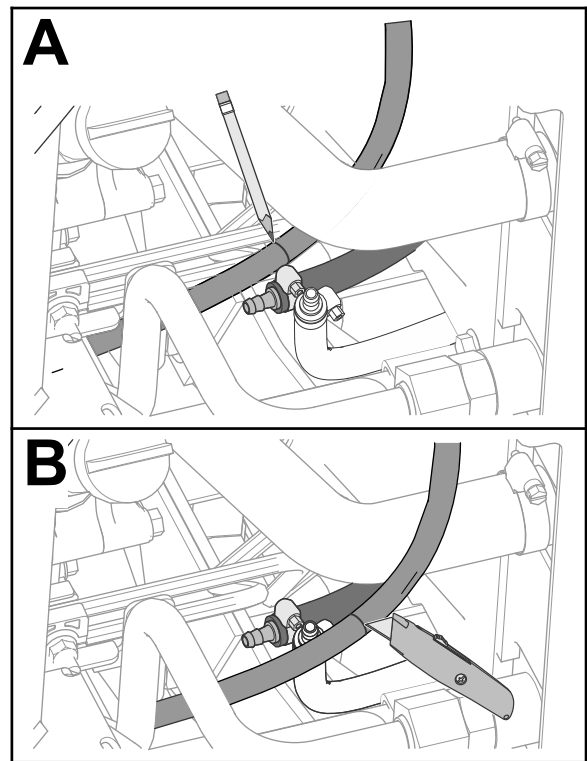

Figura 15
3. Mientras se mantiene la dirección de la manguera, coloque la manguera del depósito de combustible junto a la manguera del enfriador de combustible hacia dentro (Figura 15).
4. Marque la manguera del depósito de combustible en el acoplamiento de la manguera con espiga (Figura 15).
5. Corte la manguera del depósito de combustible por la marca (Figura 15).